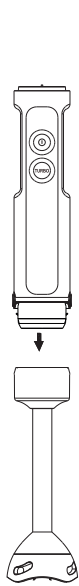

Рис. 1
**Время непрерывной работы с насадкой-блендером (1) не должно превышать 30 секунд. Между двумя рабочими циклами делайте перерыв не менее 3 минут.**
- Насадку-блендер (1) используйте для приготовления соусов, майонеза, фруктовых пюре, детских смесей, смешивания разнообразных ингредиентов, для переработки фруктов и овощей, содержащих достаточное количество сока.
- Перед установкой насадки-блендера (1) убедитесь в том, что вилка шнура питания не вставлена в электрическую розетку.
- Вставьте насадку-блендер (1) в моторный блок до срабатывания фиксаторов (2), убедитесь в надёжной фиксации насадки (рис.1).
- Погрузите насадку-блендер (1) в ёмкость с продуктами, которые вы хотите измельчить/перемешать, можно поместить продукты в стакан (11).
**ВНИМАНИЕ!** При переработке продуктов держите моторный блок с насадкой-блендером (1) вертикально (рис. 1).
- Для включения нажмите и удерживайте кнопку (4) «☉». Используйте этот режим работы для смешивания жидких продуктов.
- При нажатии и удержании кнопки (4) «☉» Вы можете регулировать скорость вращения насадки поворотом регулятора (5). Используйте этот режим работы для переработки жидких и твёрдых продуктов.
- Для работы в режиме максимальной скорости нажмите и удерживайте кнопку (3) «TURBO».
**ВНИМАНИЕ!** При измельчении твёрдых овощей, например, моркови, нарежьте морковь на мелкие кусочки 15×15×15 мм и поместите их в стакан (11), при этом максимальный вес моркови не должен превышать 150 г, и добавьте 250 мл воды.
- Для выключения вращения насадки-блендера (1) отпустите кнопку (3 или 4).
- После завершения работы выньте вилку шнура питания из электрической розетки и снимите насадку-блендер (1), нажав на кнопки фиксатора (2) (рис. 1).